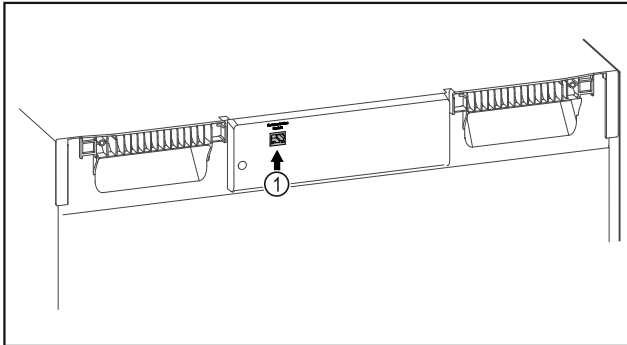

Fig. 110
- ☐ Το SmartModule Fig. 110 (1) χρησιμοποιείται.